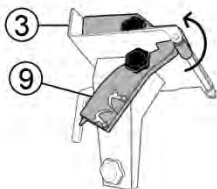

FIG 4. LIBERAR EL PISÓN
- 1.- Coloque el producto a cortar sobre el carro (3).
- 2.- Levante el pisón (9) y jálelo hacia Ud. para liberarlo. Sin forzarlo, gírelo en contra de las manecillas y posicónelo encima del carro (3), sobre el producto (Fig. 4).